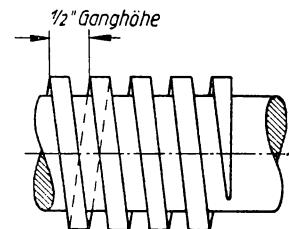

Bild 2
14. Die Leitspindel einer Drehmaschine (Bild 2) hat Flachgewinde von $\frac{1}{2}$ Zoll Ganghöhe (1 Zoll = $1'' = 25,4$ mm) und macht 34 Umdrehungen in der Minute. Mit welcher Geschwindigkeit wird der Supportschlitten durch die Spindel verschoben?